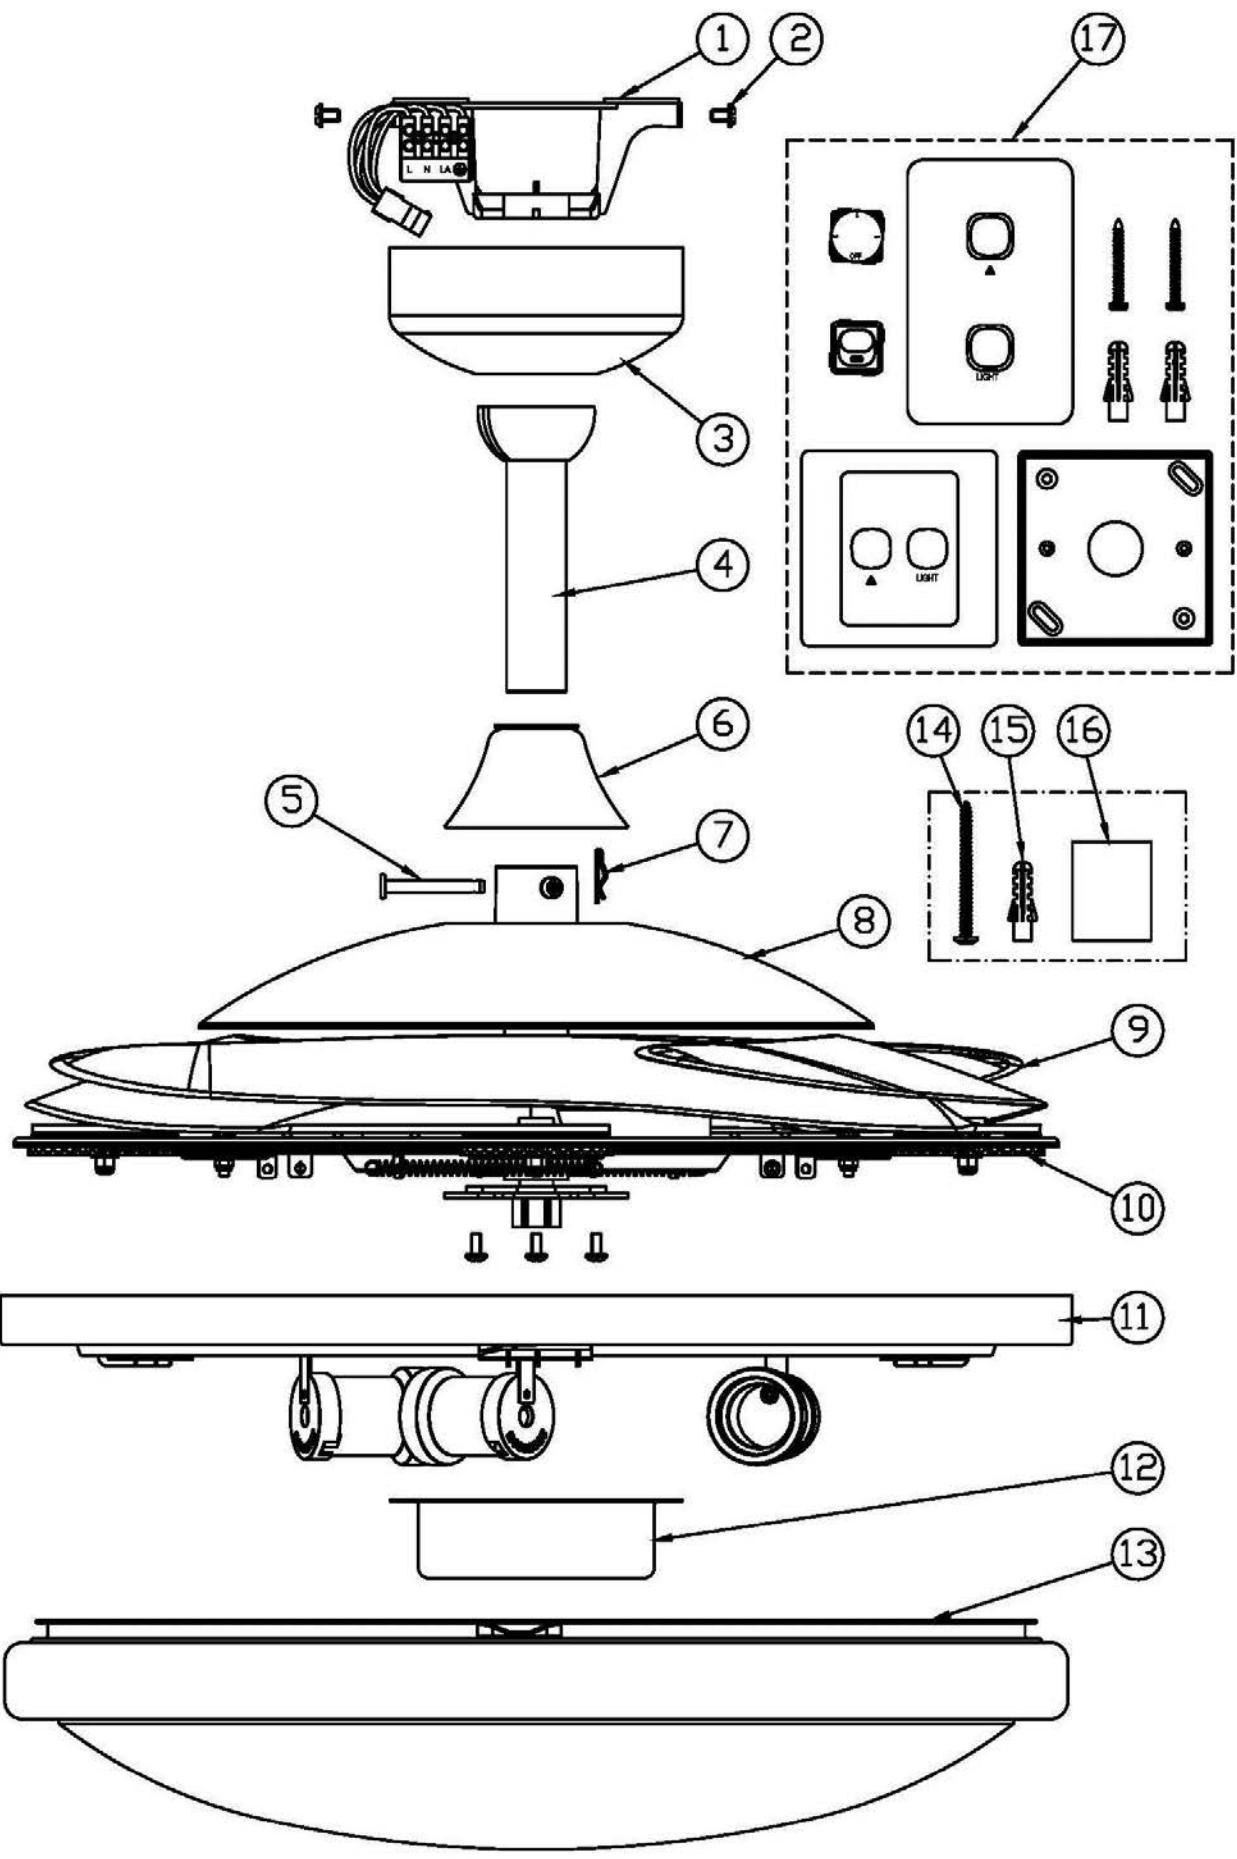

Abbildung 1
Packen Sie den Deckenventilator aus und verschaffen Sie sich einen Überblick über die Teile. Siehe ABBILDUNG 1.
- 1) Abdeckung zur Decke (Nr. 3 – Abbildung 1) durch Lockerung der 2 Schrauben mit Einkerbungen entfernen.